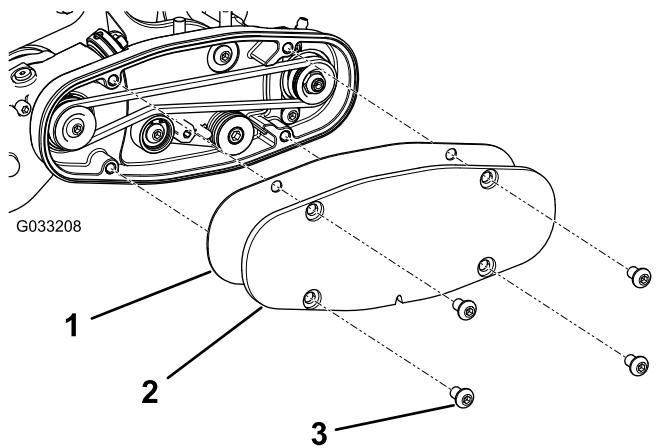

图 15
2. 将皮带罩与安装孔对齐并用 4 个螺栓固定皮带罩图 15。